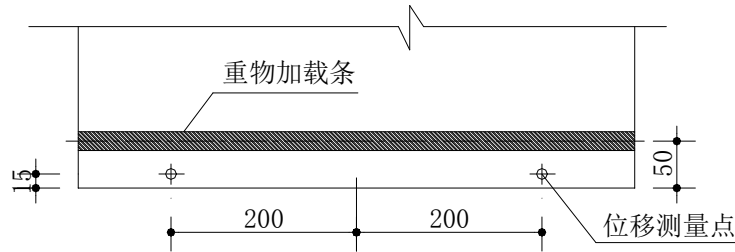

图 5 屋盖前缘加载位置和测量位置俯视图
1) 在距悬挑屋盖前缘 50mm 处缓慢施加一重物加载条，测量屋盖前端在重物荷载作用下的竖向位移（见图 5），记为 d_1 。重物加载条为钢质，截面 20mm×20mm，长 600mm，重约 1.88kg，在屋面上沿垂直悬挑方向放置，测量完毕后取下。
采用非接触式测量方式，共两个位移测量点，同时记录，位置如图 5 所示。在进行动态数据处理时，首先剔除加载初期（前 5s）的非平稳段，然后对每个测点时程记录中的前 3 个最大动位移（绝对值最大）取平均，作为该测点的风振极值响应，再取两个测点风振极值中的最大值作为结构风振响应的考核指标，记为 d_2 。综合静载和风荷载两种情况，确定模型的综合位移 $D=0.5(d_1+d_2)$ 。该值将作为考量结构刚度的依据。